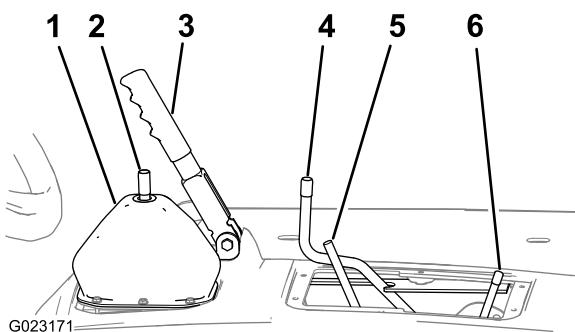

Figura 11
2. Mueva la varilla del bloqueo del diferencial hacia adelante y hacia la derecha para bloquearla en la posición de Activado (Figura 11).